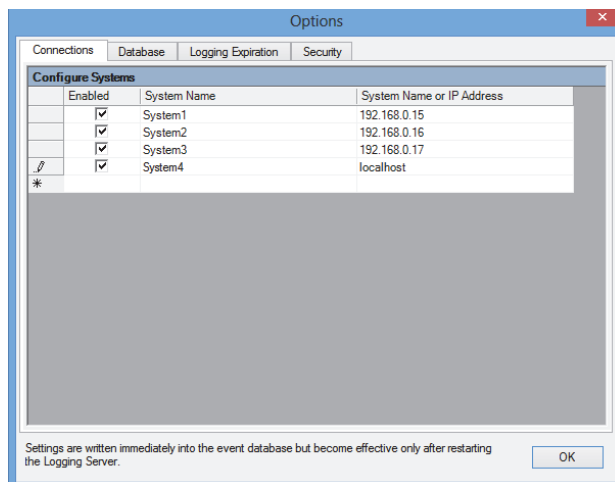

figure 58.7 : Ajout d'un système (2)
- 2 Cliquez dans la zone *System Name* et saisissez le nom du système ajouté auquel le *Logging Server* doit se connecter. Ce nom peut comprendre au maximum 16 caractères. Exemple : *System 4* (voir figure 58.7).